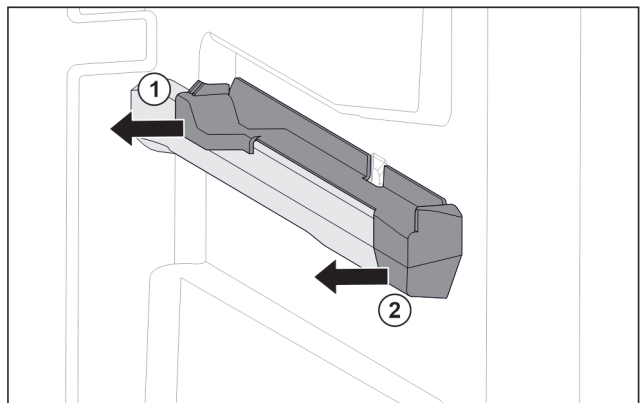

Fig. 82 Наставка върху дясното ребро на съда
- ▶ Изтеглете наставката отзад настрана. Fig. 82 (1)
- ▶ Изтеглете наставката отпред настрана. Fig. 82 (2)